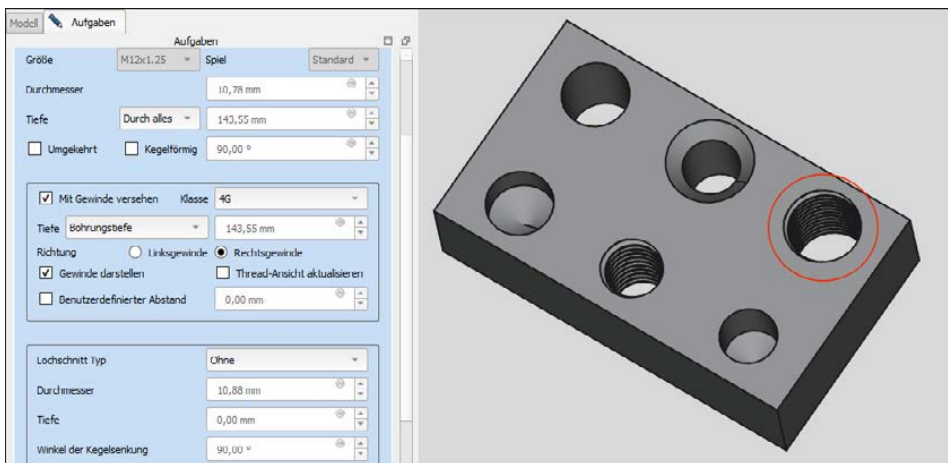

Abbildung 5.22: Varianten beim Werkzeug »Bohrung«
4. Testen Sie weitere Varianten mit den anderen Skizzen (siehe Abbildung 5.22). Wählen Sie in der Auswahlliste *Profil* auch verschiedene Gewindearten. Ist der Schalter *Gewinde darstellen* aktiv, wird das Gewinde modelliert.